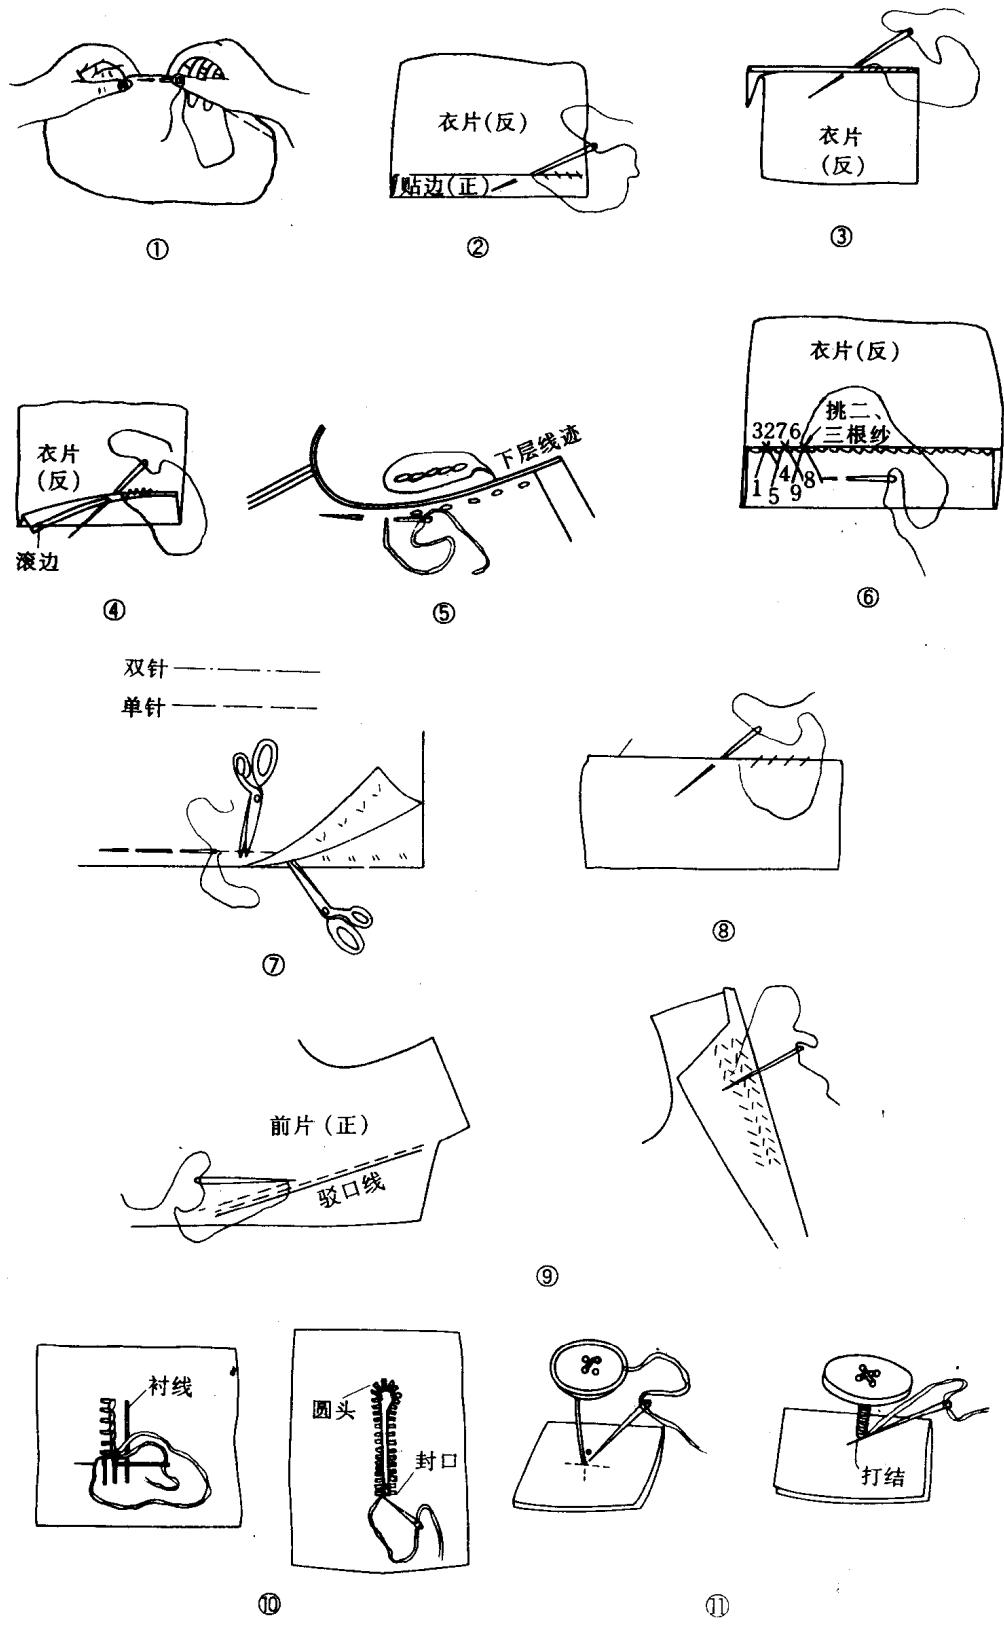

图 1-3
①平缝 是车缝的基础，指两层或两层以上衣片正面相对叠合在一起，上下互不松紧地缝合。
②搭缝 又称搭接缝，指一层衣料的边搭在另一层衣料的边上缉缝。主要用于各种衬里拼接，如领衬、胸衬等。
③骑缝 指一层夹在两层的中间压缉明线。主要用于装袖口、装腰头等。
④分开缝 用手指甲或熨斗将缝合起来的缝头分开。
⑤座倒缝 又称倒缝，将缝合起来的缝头不分开，向一边折倒。
⑥来去缝 先将两层衣片反面叠合，缝头按 0.3cm 缝合第一道线，毛茬修掉后，再正面叠合，用大于 0.3cm 缝头缉合第二道线。
⑦内裹缝 又称内包缝、反包缝，两层衣片正面叠合，把下层稍宽的缝头折转包住上层稍窄的缝头，止口按0.7cm车缉。然后将包缝向压缉明线的一边折倒，接着在正面压缉0.45cm宽的明止口线。主要用于中山装摆缝和衬裤内外缝等。
⑧外裹缝 又称外包缝、正包缝，两层衣片反面叠合，把下层稍宽的缝头折转包住上层稍窄的缝头，止口按1cm左右车缉。然后将包缝在正面折倒，沿边缉窄止口线。主要用于茄克衫、衬衫等。
2. 手缝针法（图1-3）
①纳针 又称纳布头、溜针，是手针的基本针法。方法是用一只手捏住布，另一只手握着针，针尖一上一下地向前穿过布料。
②缭边 又称缭贴边、撵边。方法是针斜着穿过衣片二三根纱并穿牢贴边，然后将线抽起，应松紧适当，以免正面起皱。
③缲针 又称缲粒头。方法是针斜着均穿过衣片、贴边二三根纱，使线迹藏在夹缝处，正面反面不露线迹。
④暗缲针 多用于贴边滚条和呢大衣明贴袋。暗缲针的操作方法与缲针相似，只是稍掀起贴边靠里走针。
⑤倒勾针 又称回针、进退针。方法是向前针距按0.7cm走针，往后退0.3cm；再按针距0.7cm向前走针；退0.3cm；反复进行。
⑥三角针 针迹呈“V”形，适用于各种服装贴边。操作方法按1, 2, 3, 4, 5…顺序进行。
⑦打钱钉 又称打泡线。是使左右衣片部位对称，起做记号的作用。线钉一般用白棉纱线。棉纱线柔软，绒头长，不易脱落。线钉有单针和双针两种。操作方法是：先将上下层一起缝住，再剪断缝线，然后慢慢地掀起上层衣片，剪刀放平剪断中间线，这样两层衣片就形成线钉记号。
⑧甩缝子 又称圈缝子。主要用于未锁边的毛呢类服装，其作用是使缝头不散纱。操作方法是：针斜着以针间距0.8cm左右，宽度为0.3cm穿圈。
⑨扎驳头 又称纳驳头。作用是将驳头处的衬头与面料固定在一起。方法是先在驳口线向里1.5cm以正面不露线迹缝两趟线，再用手翻转驳头，一行一行地来回扎针。线迹呈“八”字形，针距与行距均为0.8cm。
⑩锁钮眼 锁钮眼有两种方法：一种是平头钮眼，两端均封口，呈直线形，一般用在衬衫等薄料服装上；另一种是圆头钮眼，一端封口，另一端为圆形，一般用在西装、大衣等厚料服装上。无论是哪种钮眼，未锁之前都要在钮眼四周加衬线，以增加钮眼的牢度。具体操作方法是：先用左手拇指与食指捏住钮眼上下层加衬线，并稍撑开钮眼。然后从里端起针自下向上戳出，用中指将针尾线向前套入针尖下方，抽线时由45°拉紧上提90°止，这样可使线结露在面上。